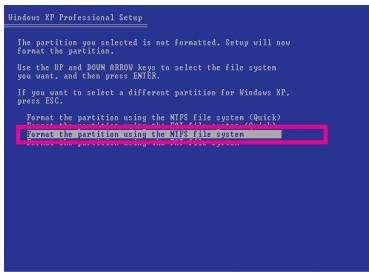

図3
- ファイルシステムを選択し(例えば、NTFS)、オペレーティングシステムのインストールを開始します(図3)。